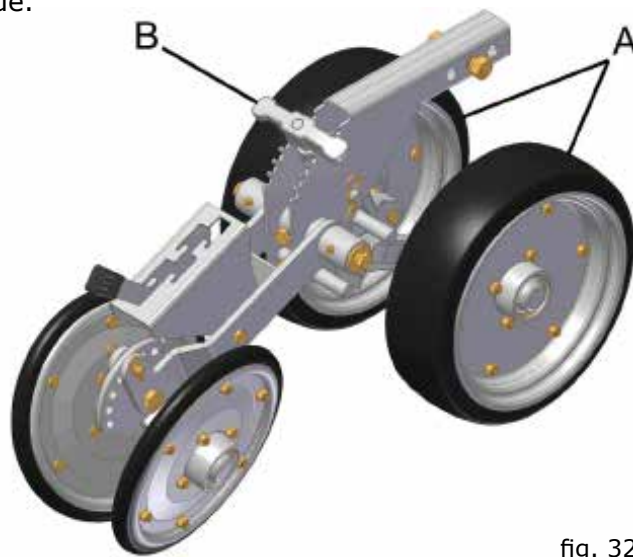

fig. 32
A limitação de profundidade é feita individualmente através das rodas de profundidade (A) (fig. 32), que são ajustadas através do manípulo (B), sendo que cada posição permite a regulagem de 1 em 1cm, conforme a necessidade.